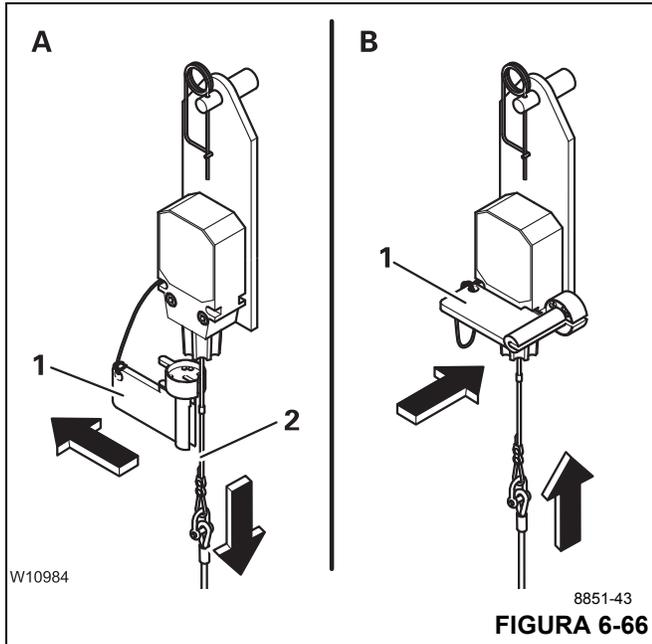

FIGURA 6-66
- (A, Figura 6-66) – Tire el cable hacia abajo (2) y retire la tapa (1) – el bloqueo se ha liberado.
- (B) – Coloque la tapa (1) en el interruptor de prevención del contacto entre bloques.